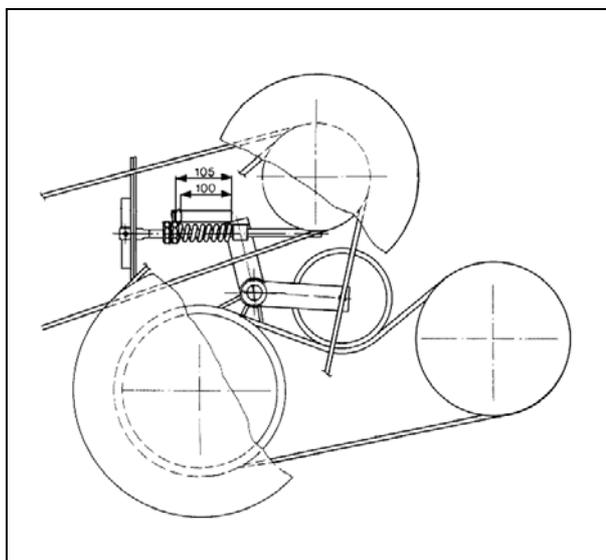

Рисунок 14
7. Отрегулируйте пружину (А) на натяжителе ремня до длины 100 мм и зафиксируйте ее контргайкой (Рис. 14).